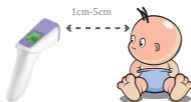

Abb. 2: Messposition und Abstand
- Das Thermometer wird zur Messung der Körpertemperatur auf die Stirnmitte gerichtet (über und zwischen den Augenbrauen). Halten Sie den Messabstand ein. Drücken Sie die ON/scan-taste. Die Temperatur wird sofort angezeigt (siehe Abb. 2).
Falsche Testposition.	See Abb. 2 Messposition und Abstand.